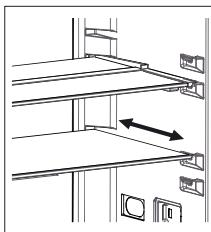

рис. 1
- Потягніть полицю до себе, щоб повернути її у початкове положення (рис. 1).